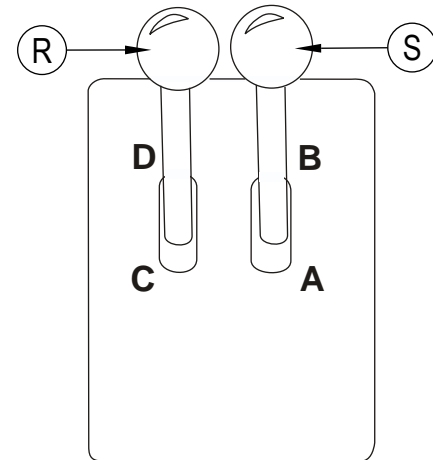

ABBILDUNG 9
Besen beginnt beim Absenken automatisch zu rotieren. Zum Aktivieren der Seitenbesen den Hubvorrichtungs-/Seitenbesen-Hebel nach vorn in die Stellung „ON“ bewegen (s. Abb. 9).
SCHMUTZBEHÄLTER-HUBVORRICHTUNG/SEITENBESEN-HEBEL (s. Abb. 9)
STEUERUNGSHEBEL ZUM ENTLEREEN/RÜCKHOLEN DES SCHMUTZBEHÄLTERS (s. Abb. 9)
Die Hubvorrichtung für den linken Seitenbesen (V) befindet sich auf der linken Seite des Instrumentenfelds. Um den Seitenbesen anzuheben und zu stoppen, den Hebel in die mit dem „UP“-Pfeil markierte Verriegelungskerbe drücken. Um den Seitenbesen abzusenken, den Hebel nach oben rechts schieben (weg von der Verriegelungskerbe). Den Hebel bis zum „DOWN“-Pfeil herunterdrücken. Zum Aktivieren der Seitenbesen den Hubvorrichtungs-/Seitenbesen-Hebel (R) ABBILDUNG 9 nach vorn in die Stellung „ON“ bewegen.